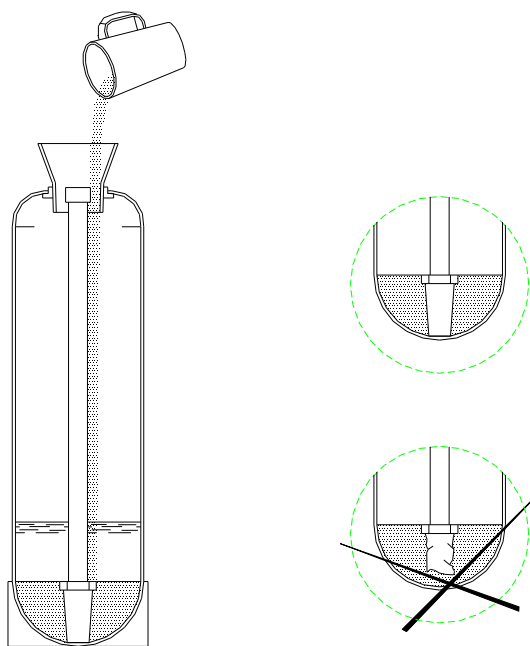

Рисунок 4 — Порядок загрузки фильтрующего материала в корпус фильтра
8.7 Засыпать в корпус через воронку требуемое количество гравия. **ВНИМАНИЕ: ПОСЛЕ ЗАГРУЗКИ ГРАВИЯ НИ В КОЕМ СЛУЧАЕ НЕ ВЫТАСКИВАТЬ ВЕРТИКАЛЬНЫЙ КОЛЛЕКТОР ИЗ КОРПУСА!** Это может привести к поломке дренажного колпачка в результате попадания гравия в его посадочное место на дне корпуса (см. рисунок 4).